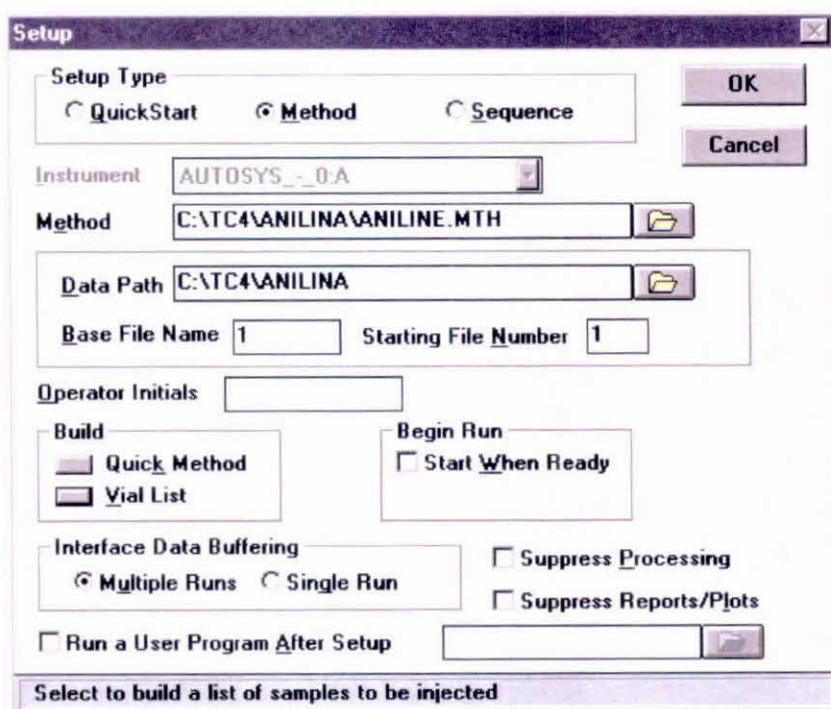

Fig. 2 – Escolha do método para a análise de anilina.
- 1) Em "Setup", escolher "method" (fig. 2) e clicar em: "Build-Quick Method".